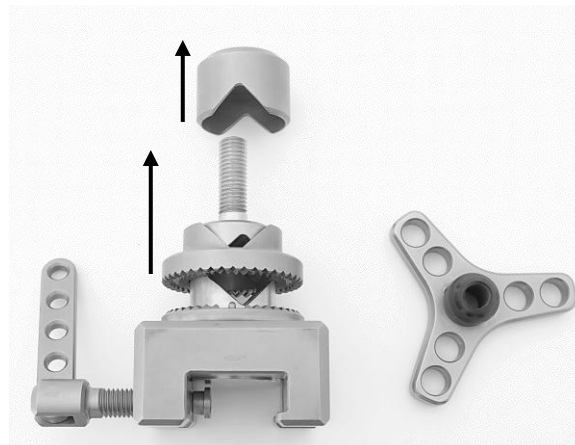

Fig. 16
Dra först den övre delen av klämbacken (2) från sockelns (4) gänga och ta sedan bort den undre delen av klämbacken (3) (fig. 16).